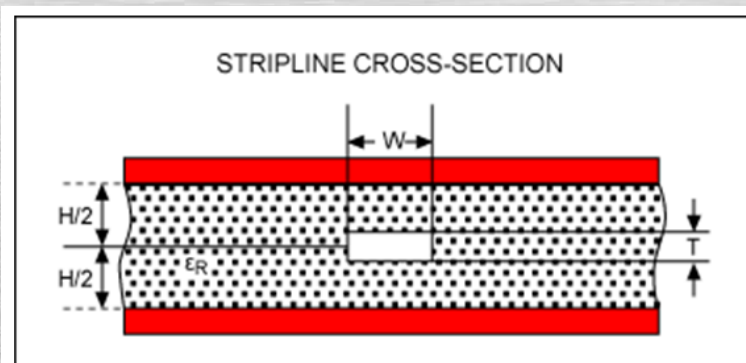
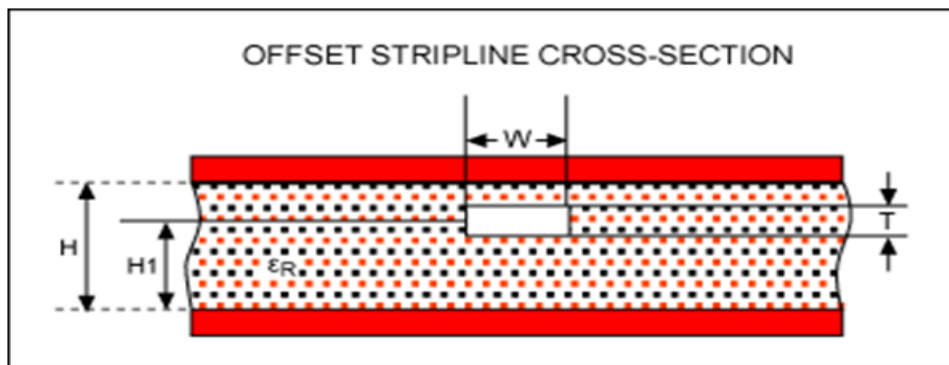

Figure 2. Suspended stripline (end view).
Figure 3. Offset suspended stripline. A variant of the stripline, for PCBs with unequal layer thicknesses (end view).
- 这条线包括一个固定的宽度在内层的路由，在中心导体的上方和下方有坚固的接地平面。导体可以位于接地平面的中间（图2），也可以是偏移量（图3）。这是在内层进行RF路由的合适方法